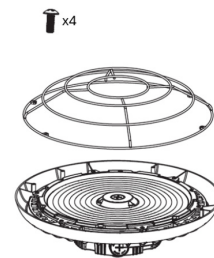

Fig. 22
2. Fixer la grille de protection à l'aide des 4 vis fournies avec celle-ci. (Fig. 22 et 23)